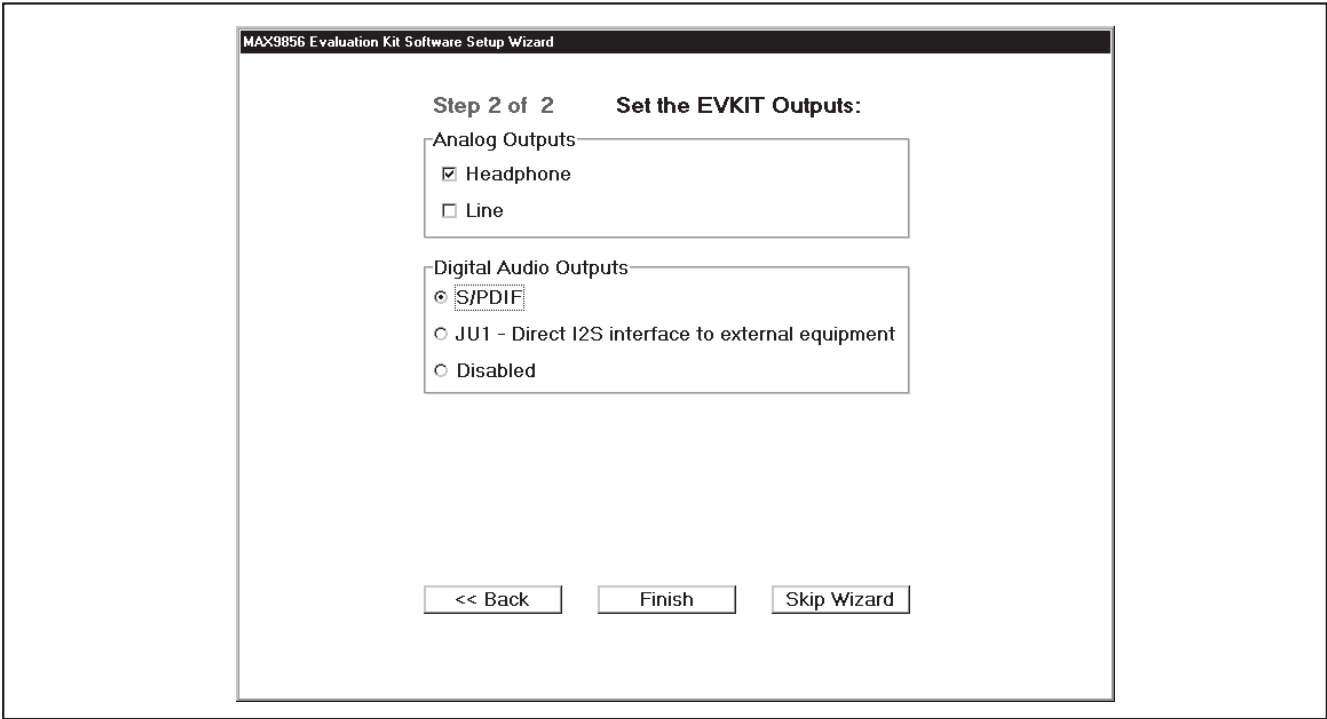

图2. MAX9856评估软件(设置向导2/2)
- 13) 点击**Continue**按钮，出现设置向导**Step 2 of 2**窗口，如图2所示。